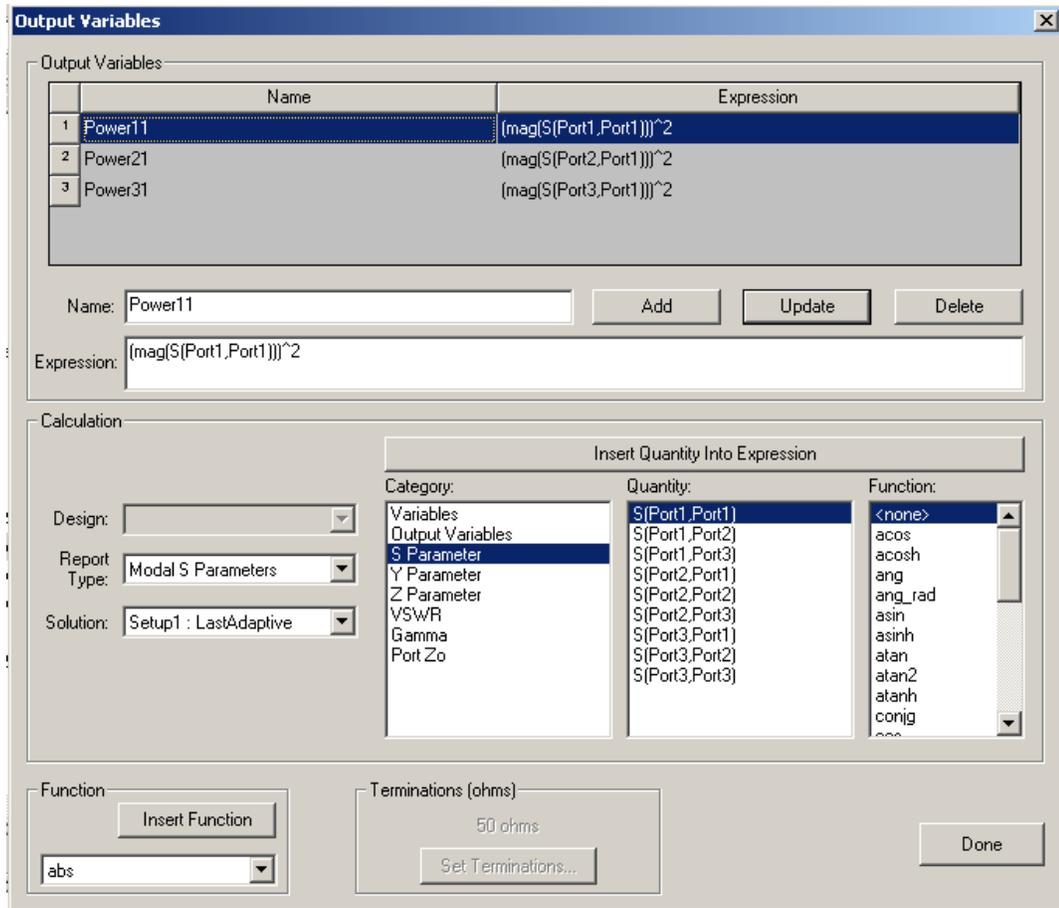

Рис. 13.8. Создание новых имен и функций  $Power11 = |S_{11}|^2$  и др.
2. Щелкните **Edit Calculation**. Появляется диалоговое окно **Output Variables** (рис. 13.8).